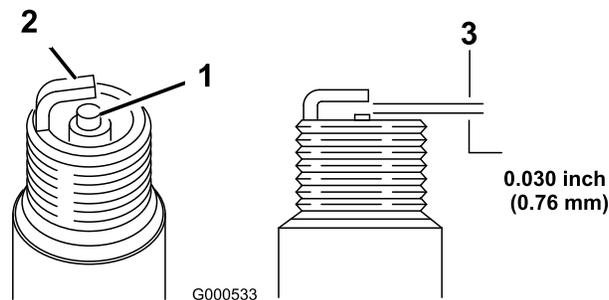

図 46
1. 中央の電極部図 46を観察する。
2. すきまゲージでエアギャップの点検を行い、隙間の大きさが適切でなければ側面の電極を注意深く曲げて調整する図 46。